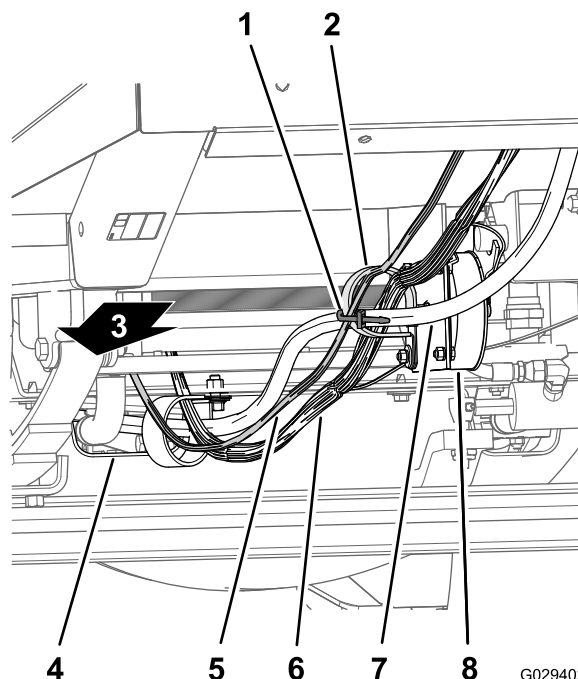
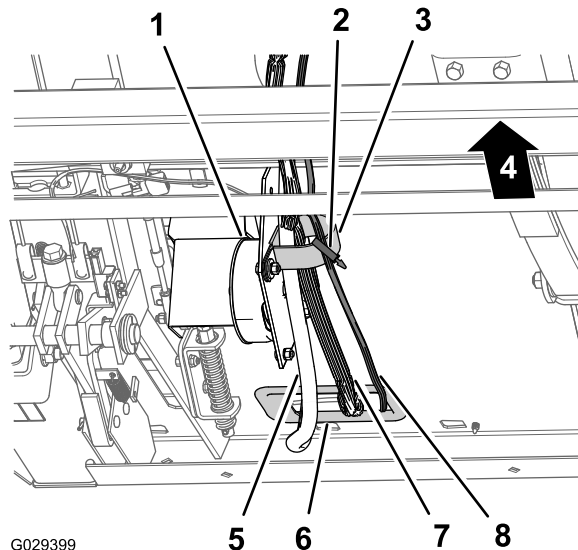

図 12
図 13
1. ダッシュパネル用の 240cm の枝線を、車両のワイヤハーネスとステアリングホースラジエターの下側に沿って導くラジエターサポートの下にあるRクランプを通し、走行速度制御コイルの所にあるRクランプを通す 図 12 と 図 13。
2. ダッシュパネル用の 240cm の枝線を、走行速度制御コイルの所にあるRクランプに固定する 図 12 と 図 13。